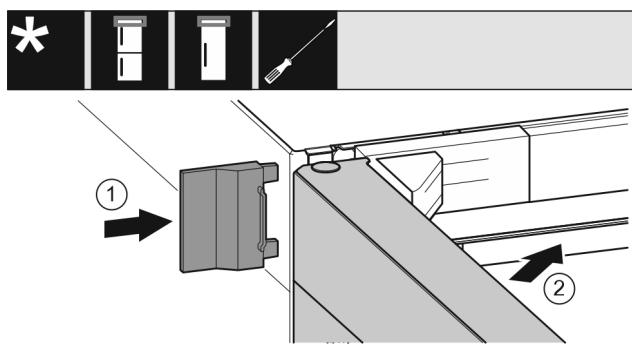

Fig. 23
- Ωθήστε το εξωτερικό κάλυμμα. Fig. 23 (1)
- Κλείστε την επάνω πόρτα. Fig. 23 (2)